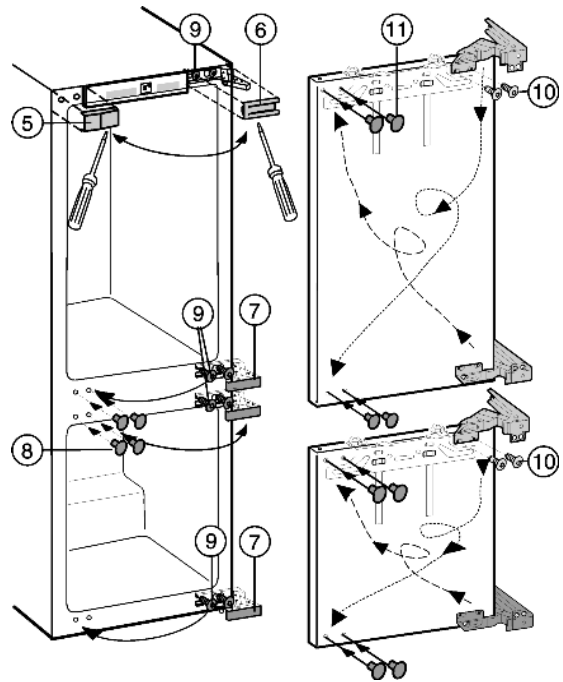

Fig. 4
- ▶ Com uma chave de fendas levantar as coberturas Fig. 4 (5,6,7,8) para a frente.
- ▶ Desapertar apenas os parafusos Fig. 4 (9) em cima e em baixo, no corpo do aparelho.
- ▶ Transferir os parafusos Fig. 4 (9) para o lado contrário e apertar ligeiramente.
- ▶ Desaparafusar os parafusos Fig. 4 (10) e virar as dobradiças na diagonal.
Os parafusos Fig. 4 (10) são cortantes: Utilizar a aparafusadora de bateria.
- ▶ Utilizando tampões Fig. 4 (11) fechar os orifícios de fixação expostos.
- ▶ Pendurar as portas nos parafusos Fig. 4 (9) previamente montados, e apertar os mesmos.
- ▶ Voltar a montar todas as coberturas Fig. 4 (5,6,7,8).